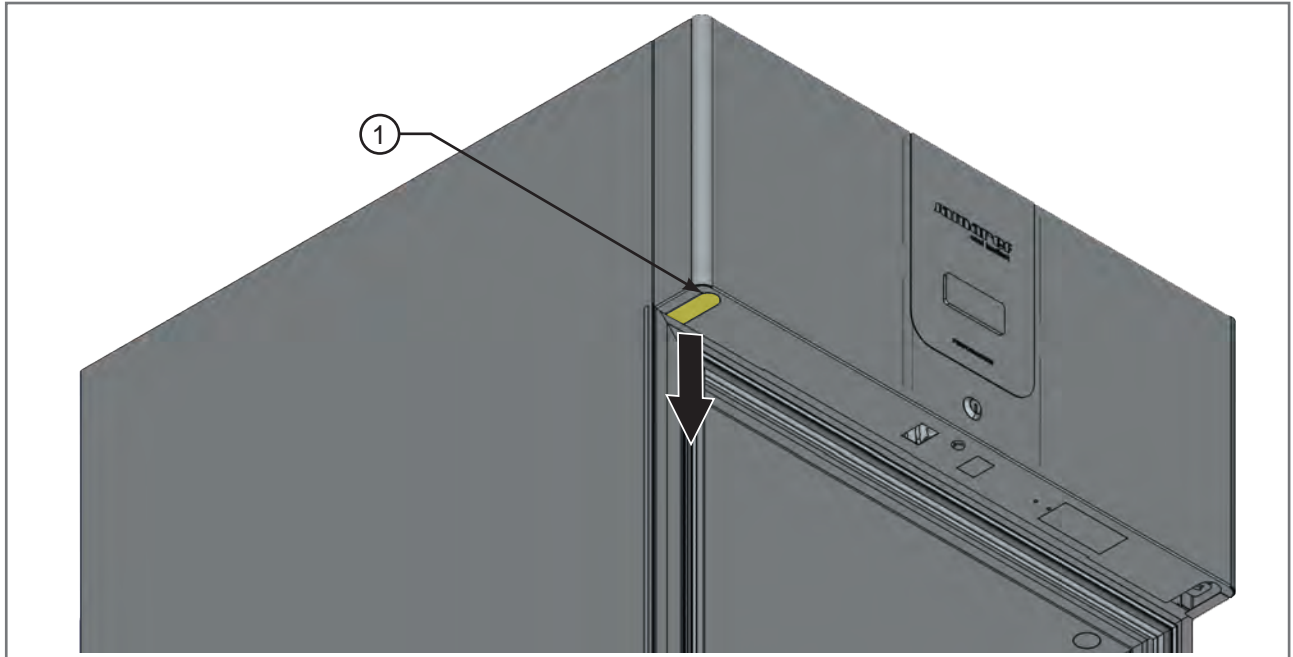

Fig 3.25 - Tôle prédécoupée
- Dans le panneau, retirer la tôle prédécoupée (1 - Fig. 3.25).